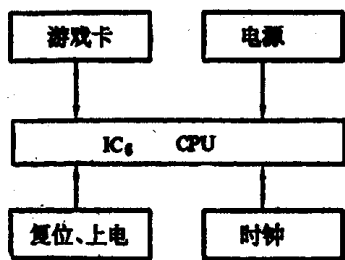

图 3
②脚，可以听到行频啸叫声（经常修理电视机的对这种行频啸叫声极为熟悉），说明PPU工作正常的。但是PPU的工作是受IC0CPU的控制而起作用的，那么CPU工作不正常的可能性较大，对PPU不能正确的控制。我们很容易想到是否CPU损坏，但经验告诉我们CPU损坏率很低，而外围电路坏得较多，所以不要轻易下结论是CPU坏，当然也不排斥CPU坏的可能。那么影响CPU工作的外围电路主要有四个部份，电路如图3所示。电源部分很容易用万用表测出，游戏卡用一般比较好的。复位电路，可用1单元注入负脉冲到IC0③脚，看有没有作用，经查仍然没有作用。那么应该检查时钟电路，用3单元接入IC0⑳脚，万用表指针不发生偏转，为进一步证实，可用4单元经 $\pm 2^\circ$ 分频输出接6单元监听IC0地址信号线A0，A1……如果正常在A0上应听到一定频率的叫声，在A1处应听到是降八度的音响，在A2处应听到再降八度音。结果没能听到，进一步证实了时钟信号没有到CPU上。